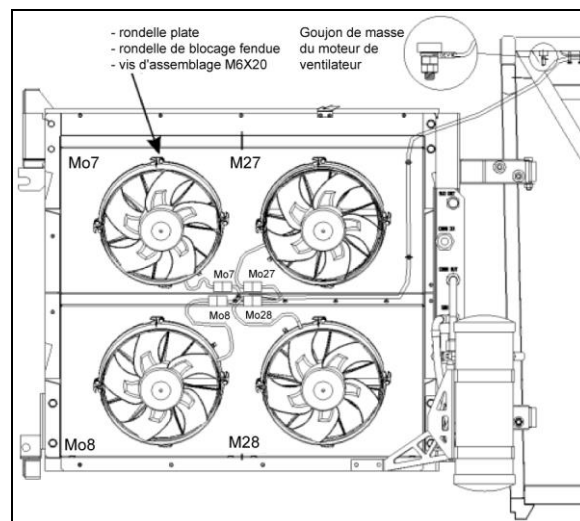

FIGURE 42 : VENTILATEURS DU CONDENSEUR 22363
2. Débrancher le connecteur de faisceaux du ventilateur (Figure 42)